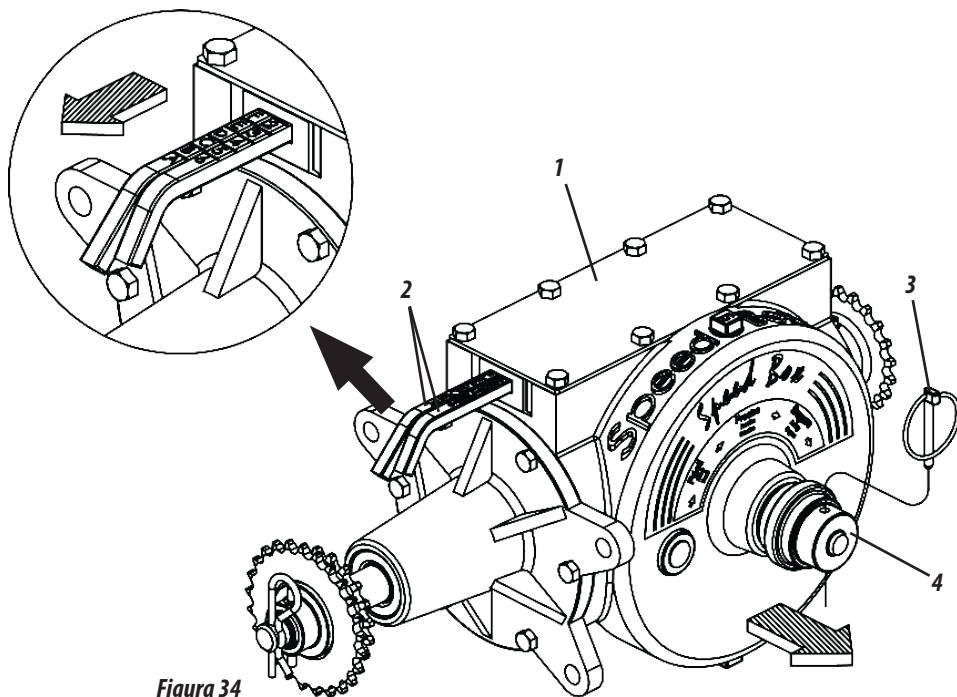

Figura 34
SPEED BOX (FIGURA 34)
- 1- Selecione a quantidade desejada nas tabelas e verifique a combinação correspondente nas alavancas (2). **Exemplo:** Posição **F2** na tabela, indica que a alavanca com letras deve estar na posição **"F"** e a alavanca com números deve estar na posição **"2"**, **conforme mostra a figura 34.**